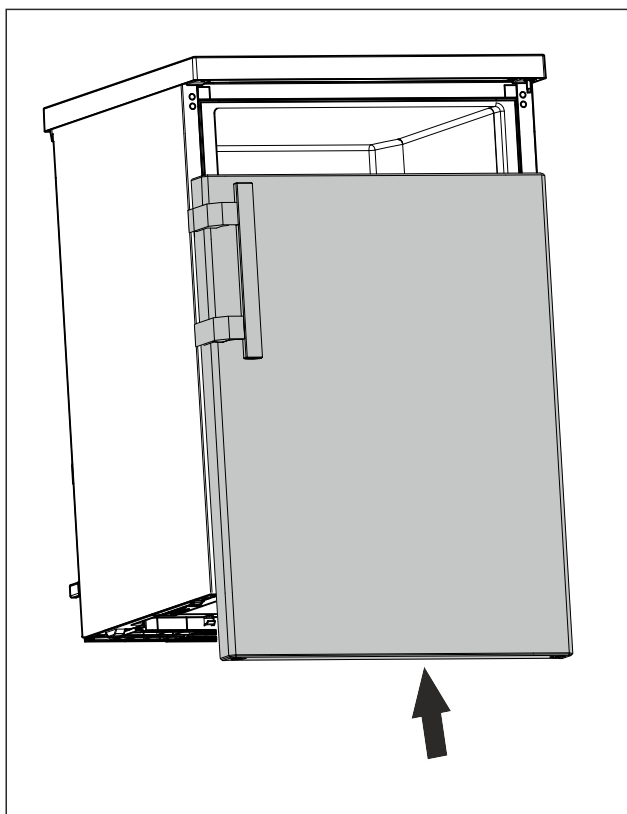

Fig. 15
- ▶ Skyv døren i lukket tilstand på den øvre bolten. (se Fig. 15)